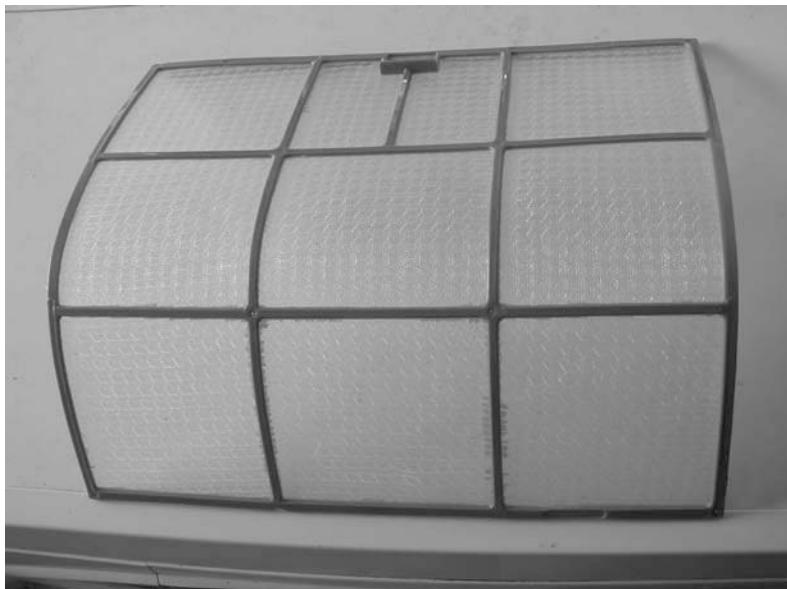

Рис. 1.9. Фильтр тонкой очистки воздуха
- сменный фильтр тонкой очистки воздуха (рис. 1.9);